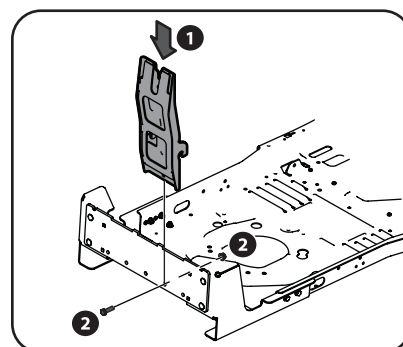

Figura 4-4
3. Instale la ménsula de soporte vertical en el conjunto de montaje sobre el tractor, enganchándolo encima del conjunto de montaje entre las dos lengüetas, tal como se muestra en la (1) Figura 4-4
4. Fije la unidad de soporte vertical de las ménsulas a la unidad de montaje con un perno hexagonal (710-0376) y una tuerca de seguridad con brida que viene con el paquete de elementos de ferretería (689-00567). Vea (2) Figura 4-4